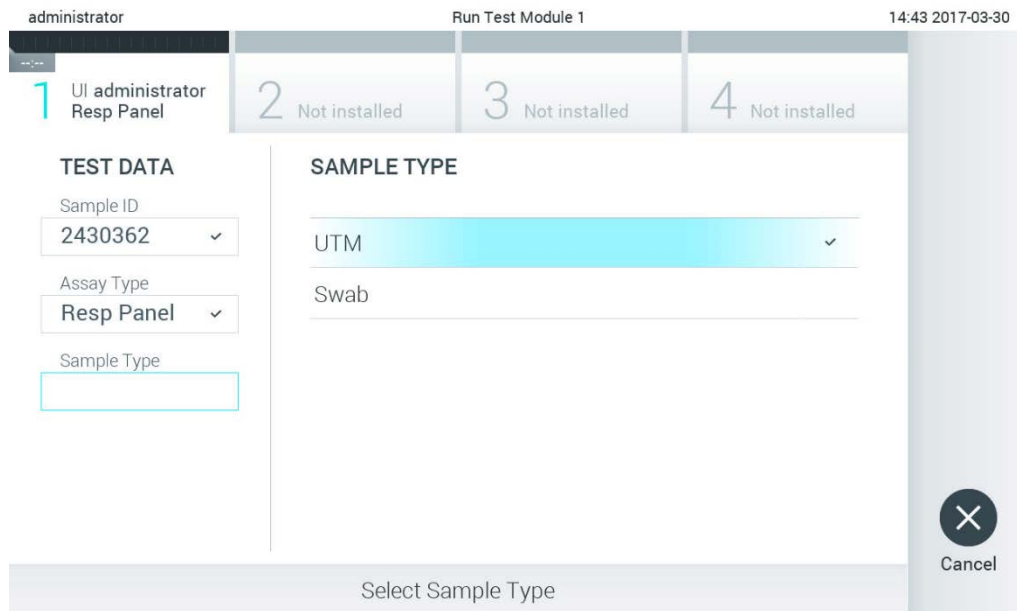

Figura 25. Selezione del tipo di campione.
- Se richiesto, selezionare il tipo di campione appropriato dall'elenco (Figura 25).